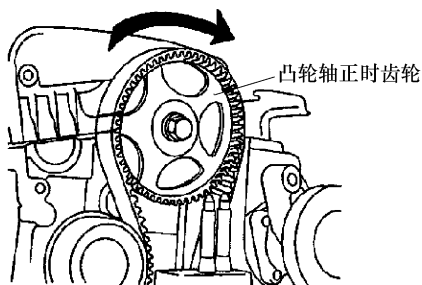

图 8-37 调整张紧力
① 如图 8-37 所示, 按规定方向(从前看顺时针方向)旋转曲轴经过的角等于经过凸轮轴链轮的两个轮牙(18°)的角度。